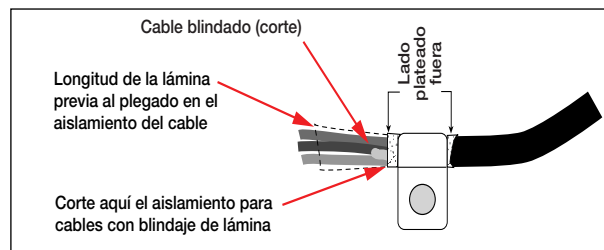

Figura 2-2. Cable con aislamiento de lámina
3. Marque los cables a los que retirar el aislamiento y el blindaje (Figura 2-2).